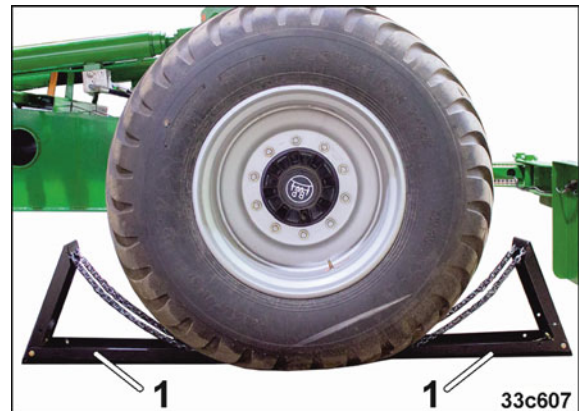

Bild 108
1. Kontrollera att maskinen är säkrad med stoppklossar (Bild 108/1).